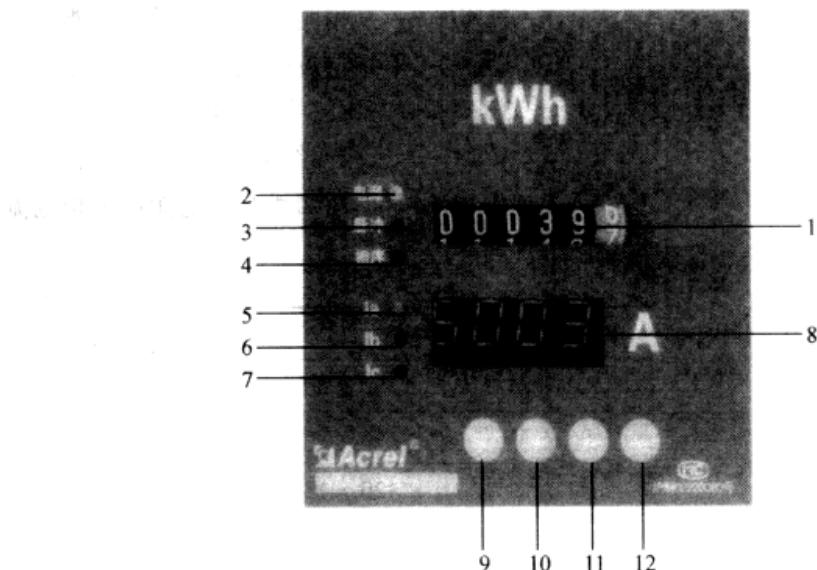

图 57 DT 系列嵌入式安装电能表外形
DT 系列嵌入式安装电能表外形如图 57 所示，图上项号说明如表 4 所示（以 DT42—4EA 为例）。
① 1 为图 57 上的项号，余同。
(4) 开孔尺寸 (表 5)